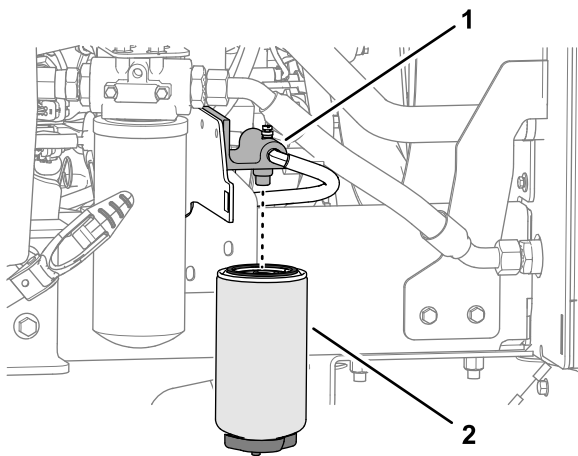

Figura 58
1. Mettete un contenitore pulito sotto la scatola del filtro del carburante (Figura 58).
3. Pulite l'area circostante la testa del filtro e il filtro del carburante (Figura 58).
4. Togliete la scatola del filtro e pulite la testa del filtro (Figura 58).